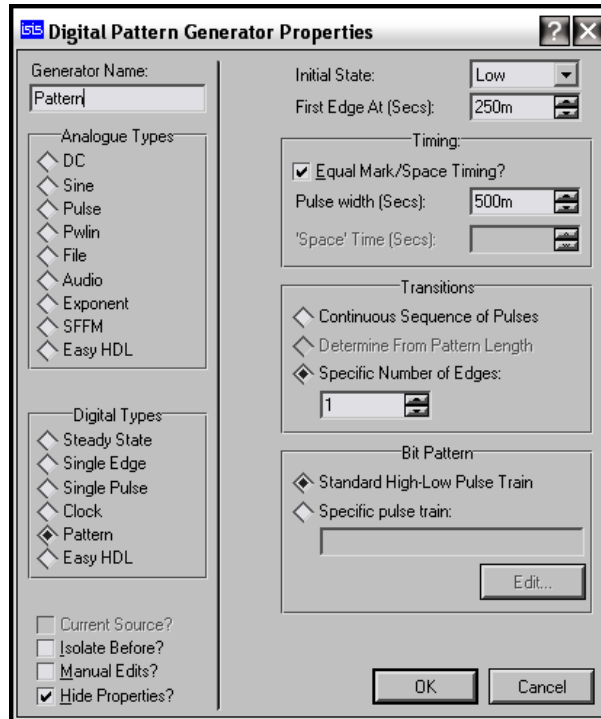

Рис. 124.
**Single Pulse**, но главным инструментом будет этот. Давайте познакомимся с назначением его свойств (Рис. 124) и применим нужный нам режим, а мне надо получать последовательность из определенного количества импульсов для входа **SCLK** и синхронизированные с **SCLK** во времени последовательные кодовые комбинации для входа **SI**.